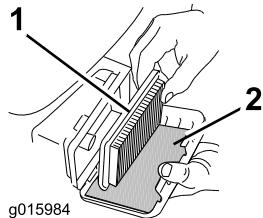

Figura 27
3. Estraete il filtro aria di carta e il prefiltro in schiuma sintetica (Figura 27).